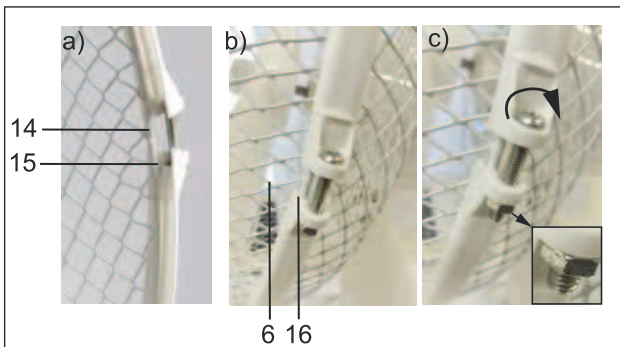

Fig.53: Montaje de la rejilla de protección delantera
11. Coloque el aro que acaba de formar sobre el borde de la rejilla de protección trasera (14).
El borde de la rejilla debe quedar insertado en la ranura trasera (15) de la cinta de fijación. Fig. 53 a).
12. Coloque la ranura de protección delantera (6) en la ranura delantera (16) de la cinta de fijación, fig. 53 b).
13. Continúe apretando en sentido horario el tornillo con ranura en cruz del aro de fijación con un destornillador adecuado. Fig. 53 c).